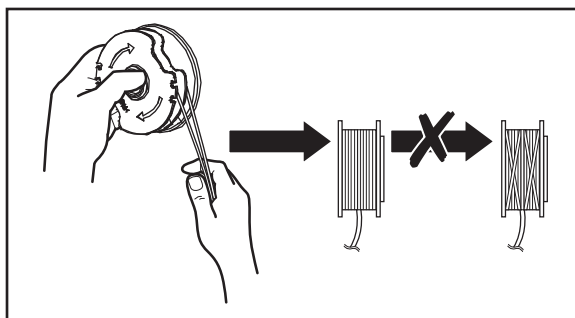

Fig. 28
- Rulează strâns toate firele de tăiere în jurul bobinei de tăiere (12c), în direcția săgeților de pe aceasta (fig. 28).